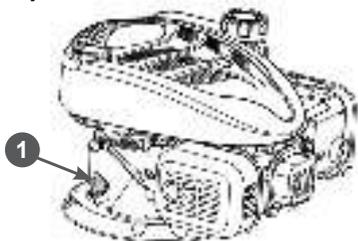

Рис. 19 Крышка-щуп маслозаливной горловины
- (1) Техническое обслуживание должно осуществляться более часто, при работе в пыльных условиях.
- (2) Данный вид работ необходимо выполнять в авторизованном сервисном центре.
- Осторожно открутите крышку-щуп 1 (Рис. 19) маслозаливной горловины, протрите его насухо и отложите в сторону.